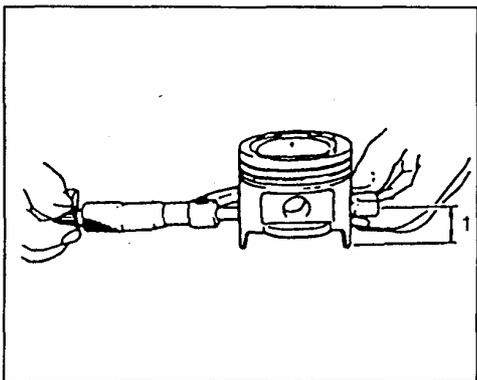

Рис. 171
- 3) Измерьте диаметр поршня при помощи измерительного инструмента (Рис. 171).